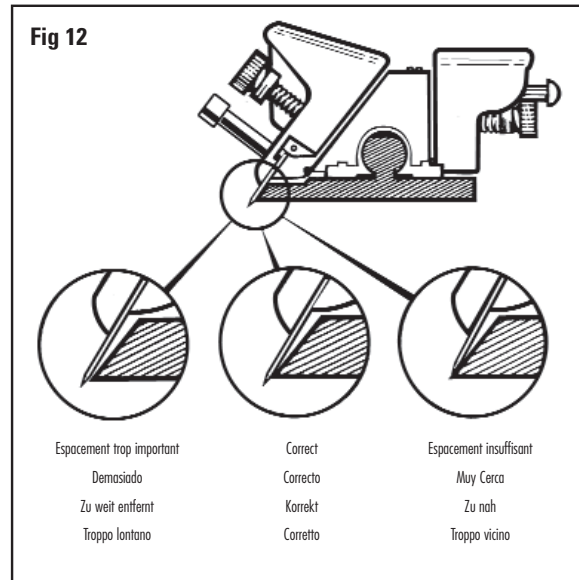

Fig 12
4. À ce stade, vérifiez la position de la pointe de la lame par rapport au bord du rail de guidage. Si la lame entre en contact avec le rail de guidage avant d'avoir atteint l'extrémité du rail, c'est que le ponçage de la surface des roulements est insuffisant et qu'un ponçage supplémentaire doit être effectué sur le CÔTÉ DROIT des roulements (Fig. 12). Au contraire, si la lame N'ENTRE PAS EN CONTACT avec le côté en biseau des roulements, il faut alors poncer davantage le côté biseau de la surface des roulements afin que finalement la lame entre en contact avec le bord du rail JUSTE au moment où la lame pénètre dans le passe-partout.
4. Prüfen Sie nun, den Abstand von Klingenspitze und Schneidschiene. Wenn die Klingenspitze die Schneidschiene berührt, bevor sie am Ende der Schiene angelangt ist, muss mehr vom Kunststoff auf der geraden Seite der Gleitlager abgeschliffen werden. Abb. 12 Im entgegengesetzten Fall, wenn die Klinge die Schneidschiene nicht berührt, muss mehr von der schrägen Seite der Gleitlager abgeschliffen werden, so dass die Klinge schließlich den Rand der Gleitschiene berührt, sobald sie in den Passepartoutkarton eintritt.
4. En este punto, compruebe la relación de la punta de la cuchilla con el borde de la Barra de Corte. Si la cuchilla golpea la Barra de Corte antes de que alcance el extremo de la barra, entonces tiene que quitarse más superficie del cojinete del LADO RECTO de los cojinetes. Fig. 12 Al contrario, si la cuchilla NO golpea el borde de la Barra de Corte, entonces se debe quitar más superficie del LADO DE BISEL del cojinete de modo que la cuchilla SÓLO golpeará en última instancia contra el borde de la barra conforme la cuchilla entre dentro de la lámina perimétrica.
4. A questo punto, verificare il rapporto della punta della lama rispetto al bordo della barra di taglio. Se la lama colpisce la barra di taglio prima che raggiunga l'estremità della barra, occorre rimuovere altra superficie dal LATO DIRITTO dei cuscinetti. Fig. 12 Al contrario, se la lama NON colpisce il bordo della barra di taglio, occorre rimuovere altra superficie dal LATO SMUSSO dei cuscinetti così che, alla fine, la lama colpirà il bordo della barra SOLAMENTE quando penetra nel cartoncino.